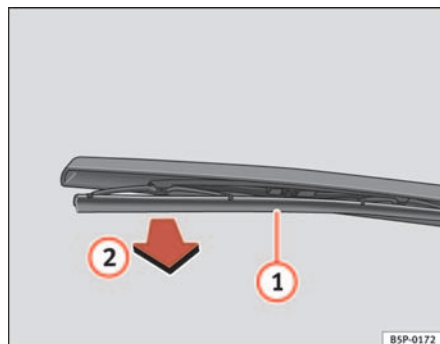

Abb. 167 Scheibenwischerblatt hinten auswechseln
⇒ Abb. 167.
- Hängen Sie das Wischerblatt ① aus und ziehen Sie es heraus
② ⇒ Abb. 167.